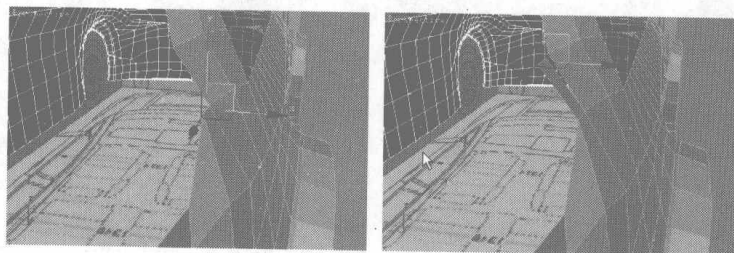
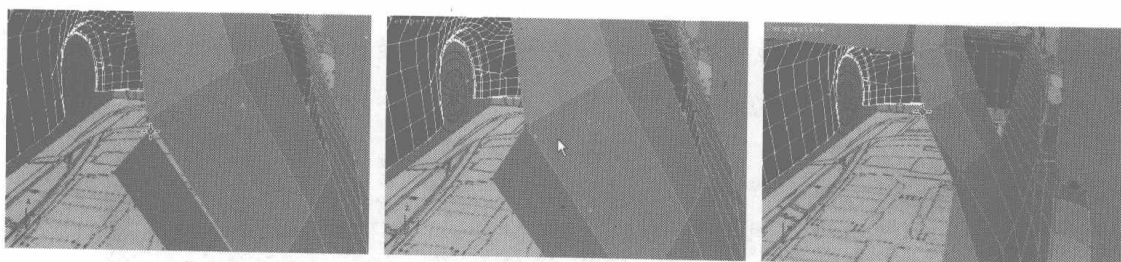

图 7.95
图 7.96
- 49** 下面我们制作汽车的后车窗。选择图 7.95 中的曲线，按住 Shift 键，移动复制出新的面。进入点物体层级，单击右键，在弹出的快捷菜单中选择 Target Weld 命令，焊接图 7.96 中的节点。